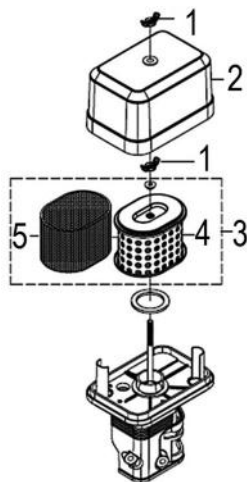

Рис. 21 Обслуживание воздушного фильтра РС1645RH
1. Открутите барашковую гайку (Рис. 21 п. 1) и снимите крышку воздушного фильтра (Рис. 21 п. 2).
2. Извлеките из корпуса воздушный фильтр (Рис. 21 п. 3).
3. Проверьте целостность и чистоту воздушного фильтра. Поролоновый (предварительный) фильтрующий элемент (Рис. 21 п. 5) установлен на корпусе бумажного (основного) фильтрующего элемента (Рис. 21 п. 4).
4. При незначительном загрязнении промойте поролоновый фильтрующий элемент (Рис. 21 п. 5) теплым мыльным раствором и просушите. Поврежденный или сильно загрязненный поролоновый фильтрующий элемент замените.
Бумажный фильтрующий элемент (Рис. 21А п. 4) не подлежит очистке, необходима его замена. Не продувайте бумажный фильтрующий элемент сжатым воздухом, не промывайте его в бензине и других растворителях. Эксплуатация двигателя с грязным или поврежденным воздушным фильтром, или без воздушного фильтра приведет к попаданию грязи и пыли в карбюратор и двигатель, что в свою очередь, станет причиной его быстрого износа. Двигатель в этом случае не подлежит ремонту по гарантии.